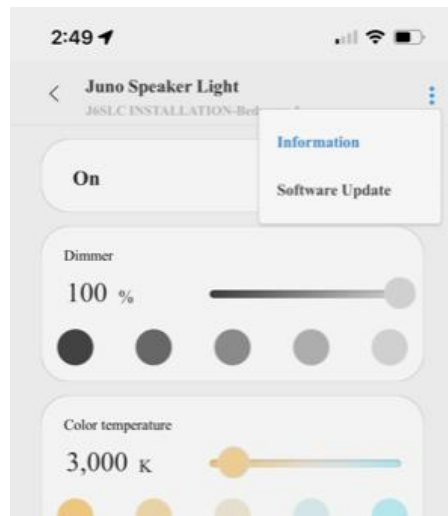

Figura 11
7. Seleccione "Software Update" (Actualización de software) en el menú desplegable. (Figura 11)